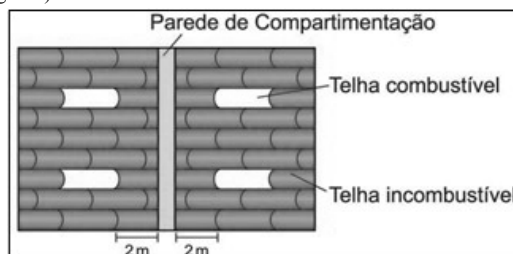

Figura 1 – Afastamento de telhas combustíveis
6.2.1.9 A existência de telhas combustíveis, translúcidas ou não, distanciadas de pelo menos 2 m da parede de compartimentação, elimina a necessidade de estender a parede 1 m acima do telhado (Figura 1).